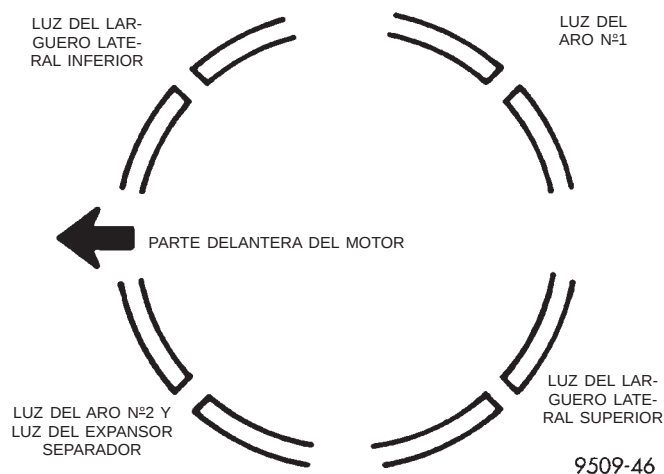

Fig. 92 Orientación de la luz entre puntas de aro de pistón
(1) Antes de instalar los conjuntos de pistón y biela en el hueco, asegúrese de que la luz entre las puntas del aro de compresión estén escalonadas de forma tal que no estén en la misma línea que la luz del larguero del anillo de aceite.
(2) Antes de instalar el aro compresor, asegúrese de que los extremos del expansor del anillo de aceite hagan tope y el larguero esté colocado de tal manera que la luz se oriente en la posición que ilustra la (Fig. 92). (Vistos desde arriba.)